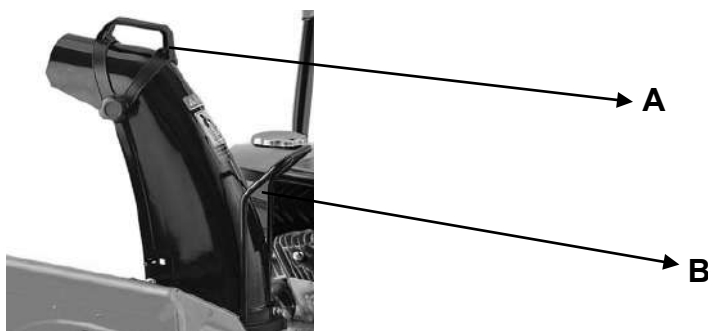

Figure 6
- Pousser dans le sens anti-horaire pour décharger à gauche. Voir la figure 6.